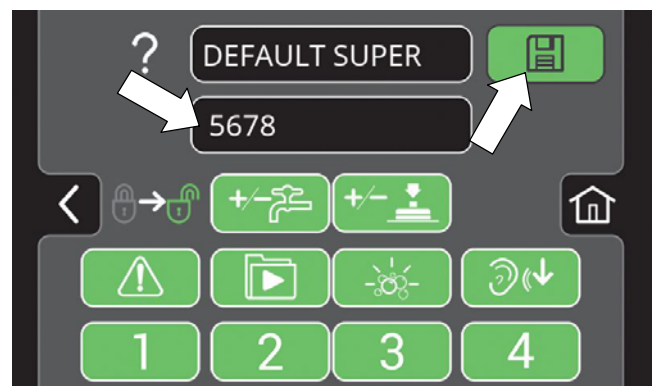

ABB. 180
5. Drücken Sie auf die ab Werk zugewiesene Login-Nummer und geben Sie eine neue Login-Nummer an (Abbildung 180). Drücken Sie auf die blinkende Speichern-Taste, um die neue Login-Nummer zu speichern.